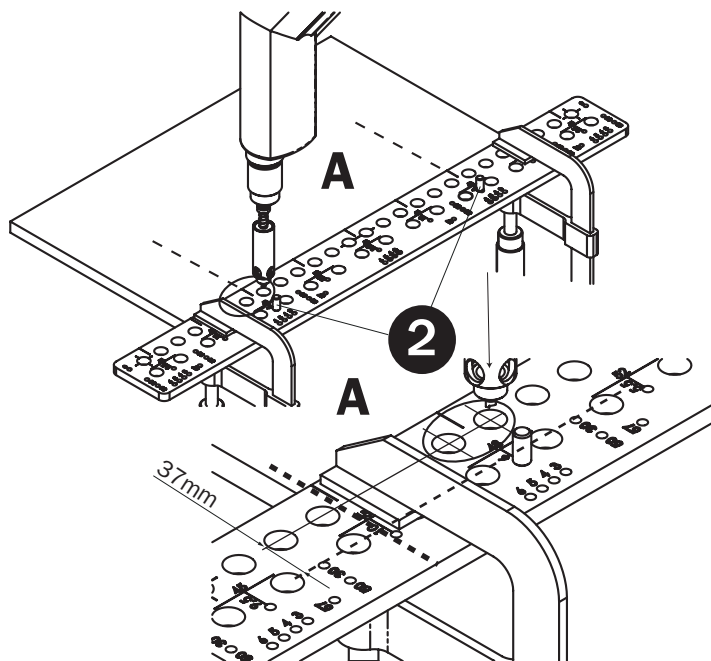

Fig. 14
Introduzca dos mandriles (pos. 2) en dos agujeros arbitrarios en fila para indicar el centro de los quicios (**Fig. 14**). Coloque **CMT900** sobre la pieza de trabajo de modo que el eje central del paso elegido de la bisagra sobre la plantilla corresponda con el eje central sobre la pieza de trabajo y que los mandriles adhieran al borde anterior de la pieza de trabajo. Utilice el adaptador portabroca **CMT400-1** con la broca para agujeros no pasantes con diámetro de 3mm para tornillos para madera, o de 5mm para tornillos euro.
Asegúrese de que los mandriles adhieran sobre el borde anterior de la tabla y que el eje de la bisagra sobre la plantilla de taladrado esté en el mismo punto que el eje de la bisagra sobre la pieza de trabajo. Fije la plantilla de taladrado al material a taladrar mediante unas mordazas. Ajuste la profundidad de taladrado en el adaptador portabroca de acuerdo con los tornillos utilizados. Introduzca el adaptador portabroca con la broca correspondiente en la fila de los agujeros principales y taladre un agujero a la derecha del eje y un agujero a la izquierda del eje (**detalle Fig. 14**). Mantenga la dirección correcta de la rotación: las brocas son de tipo dextrorso.